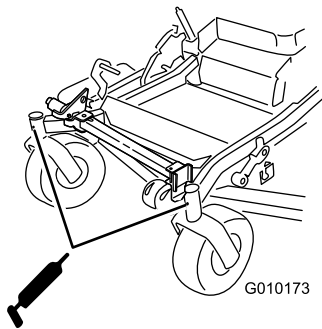

Bild 49
11. Setzen Sie die Sechskantschraube ein und den Staubdeckel auf (Bild 49).